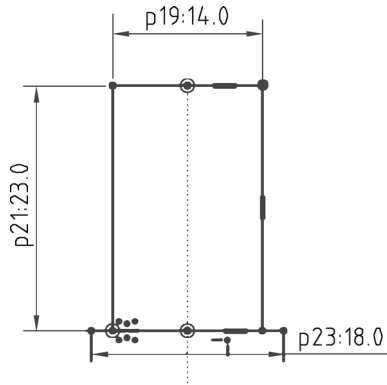

图 1-2-10 绘制台阶
(6) 绘制台阶。点击【直接草图】→【轮廓】命令，绘制台阶轮廓，尺寸为 18，如图 1-2-10 所示。